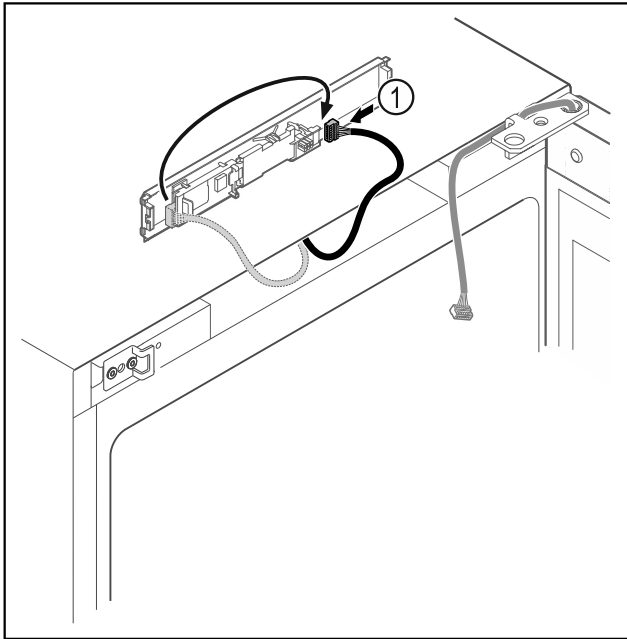

Fig. 18
- ▶ Переставьте штекер Fig. 18 (1) на панели.